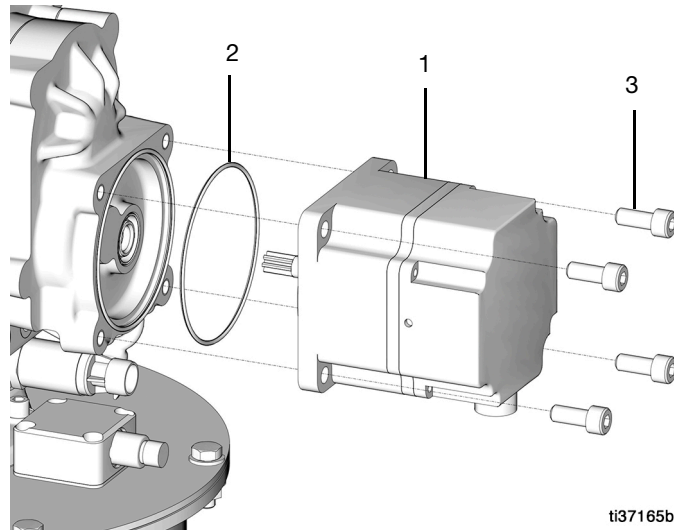

FIG. 72
32. Coloque la junta tórica (2) y acople el motor (1) a la bomba usando los cuatro pernos (3) (apriete a un par de 14,9•m [11 lb-pie]) (FIG. 72).